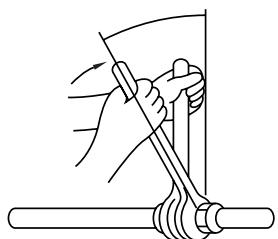

Fig. 5-10
- Sätt på ett tunt lager köldmedelsolja på rörets anslutningsyta. (Fig. 5-10)